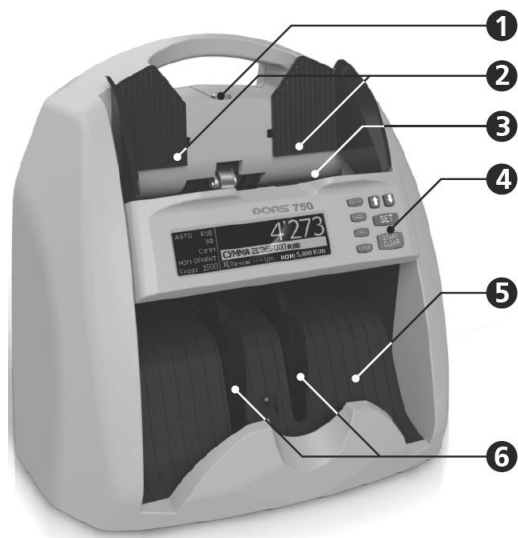

Рис. 1
2.5. Настройте зазор механизма подачи банкнот. Необходимый зазор предусмотрен на заводе-изготовителе с учетом специфики пересчитываемой валюты. Однако если счётчик часто останавливается в процессе пересчёта и на индикаторе появляется сообщение об ошибке **«Сдвоенная банкнота»** или **«Непрерывная цепочка»**, то необходимо немного повернуть винт установки толщины пересчитываемых банкнот (см. Рис. 1) по часовой стрелке (в сторону уменьшения зазора). Если же после остановки счётчика на индикаторе появляется сообщение **«Ошибка угла»** или **«Нет банкнот»**, то необходимо немного повернуть винт установки толщины пересчитываемых банкнот (см. Рис. 1) против часовой стрелки (в сторону увеличения зазора). Используйте банкноту хорошего качества, не ветхую. Установите ролики в такое положение, чтобы в месте, куда проходит банкнота, не было зубцов накладки фидерного ролика. Поместите банкноту короткой стороной между роликами сепаратора и фидера. Банкнота должна проходить внутрь с небольшим напряжением. Если банкнота «проваливается», то нужно уменьшить зазор. Если же банкнота проходит между роликами с трудом, то зазор следует ослабить. Продолжайте настройку зазора до тех пор, пока банкнота не будет проходить с небольшим напряжением.